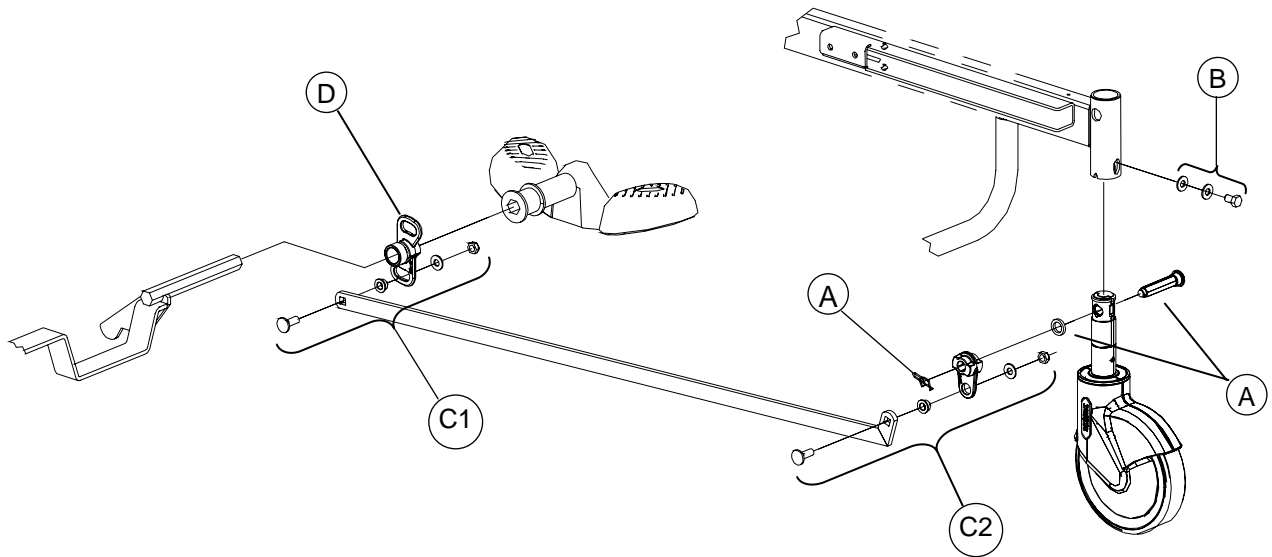

Figure 4.4B
5. À l'aide d'une clé à cliquet et d'une douille 1/2", retirez les deux écrous/entretoises à épaulement/rondelles/boulons (C1, fig. 4.4B, page 54) retenant les barres de liaison aux leviers de blocage des deux côtés du mécanisme de la roue directionnelle. Pour un lit équipé du système de freinage aux quatre roues (en option), retirez aussi la boulonnerie attachant les deux autres barres de liaison aux leviers de blocage.
6. À l'aide d'une clé à cliquet et d'une douille 1/2", retirez les deux boulons (A) retenant chaque côté du mécanisme de la roue directionnelle à la base. Récupérez les espaceurs moulés (B). Retirez le mécanisme complet.
8. Récupérez les deux leviers de blocage (D, fig. 4.4B, page 54).
5. À l'aide d'une clé à cliquet et d'une douille 1/2", retirez l'écrou/l'entretoise à épaulement/rondelle/boulon (C1, fig. 4.4B, page 54) retenant la barre de liaison au levier de blocage du côté droit du mécanisme de la roue directionnelle. Pour un lit équipé du système de freinage aux quatre roues (en option), retirez aussi la boulonnerie attachant l'autre barre de liaison au levier de blocage.
6. À l'aide d'une clé à cliquet et d'une douille 1/2", retirez les deux boulons (A) retenant le support droit de la roue directionnelle à la base. Déposez le support au sol et récupérez l'espaceur moulé (B).
7. À l'aide de deux clés 1/2", retirez l'écrou/entretoises à épaulement/boulon (D) retenant le levier de torsion droit (E) à la partie inférieure du contre-levier droit.
8. À l'aide d'une clé 1/2" et d'une clé Allen 3/16", retirez les deux écrous/vis Allen (F) retenant les leviers de torsion (E) aux deux extrémités de l'arbre de levier (G).
À moins d'indication contraire, référez-vous à la figure 4.4B de la page 54 pour l'illustration des points de référence de cette procédure.